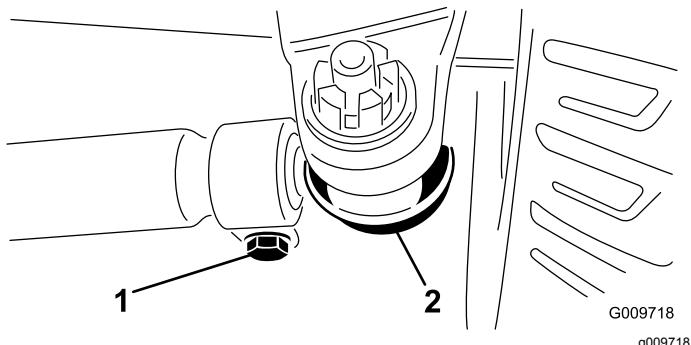

Bild 88
3. Entfernen Sie den Splint und die Mutter von einem der Spurstangen-Kugelgelenke (**Bild 88**). Entfernen Sie das Spurstangen-Kugelgelenk vom Achsständer.
4. Lockern Sie die Klemmen an beiden Enden der Spurstangen (**Bild 88**).